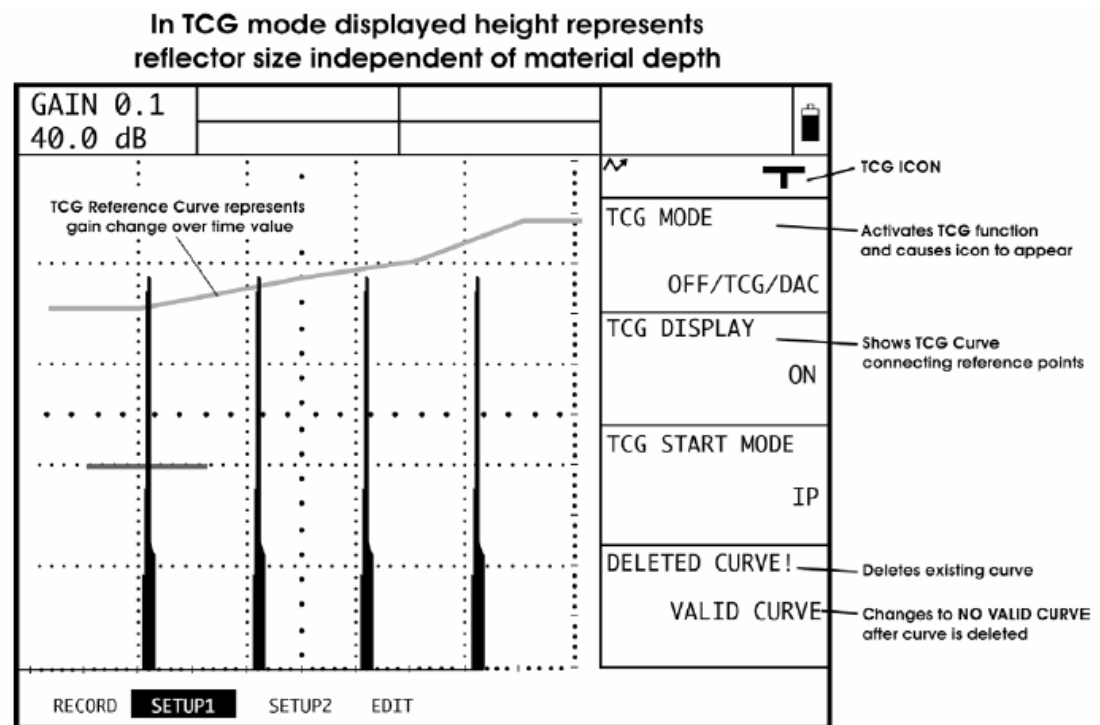

Figura 8-1 Curva TCG
La función DAC muestra todos los ecos en su verdadera amplitud (sin la compensación de la profundidad). Sin embargo, cuando la operación en el modo DAC, uno o cuatro (cualquiera) de las curvas de corrección de amplitud y distancia son sobre puestas en la pantalla de la imagen A scan. La curva original registrada es mostrada en un color magenta. Cada curva, como la primera es mostrada en la Figura 8-1, y representa el tamaño constante del reflector en variación de la profundidad del material.
En el modo TCG el instrumento usa los puntos de referencia registrados para calcular la corrección de ganancia requerida para mostrar cada eco de reflectores del mismo tamaño en la misma amplitud (Figura 8-1). El punto de referencia registrado es almacenado hasta que sea reemplazado o editado. Para usar los puntos de referencia almacenados y operar en el modo TCG:
Paso 2 - Presione  junto a la función DELETE CURVE! (ver Figura 8-1).